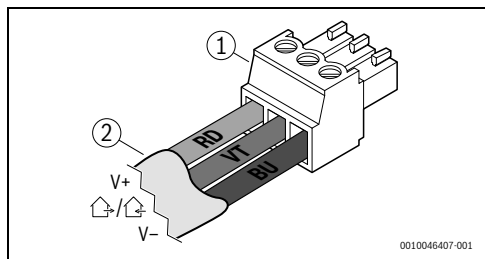

Bild 4
- ▶ LiYY-Kabel mit drei verschiedenen Litzefarben wählen und jeweils die Anschlüsse RD, BU und VT an Bedieneinheit (→ Bild 1) und Stecker (→ Bild 4) mit Litze der gleichen Farbe verbinden.